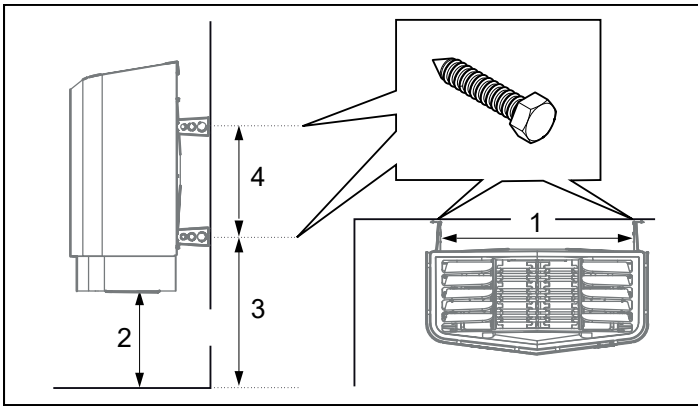

Abbildung 18: Abmessungen
6. Positionieren Sie die Halterungsschrauben unter Beachtung der Maßangaben (siehe Abbildung 18).